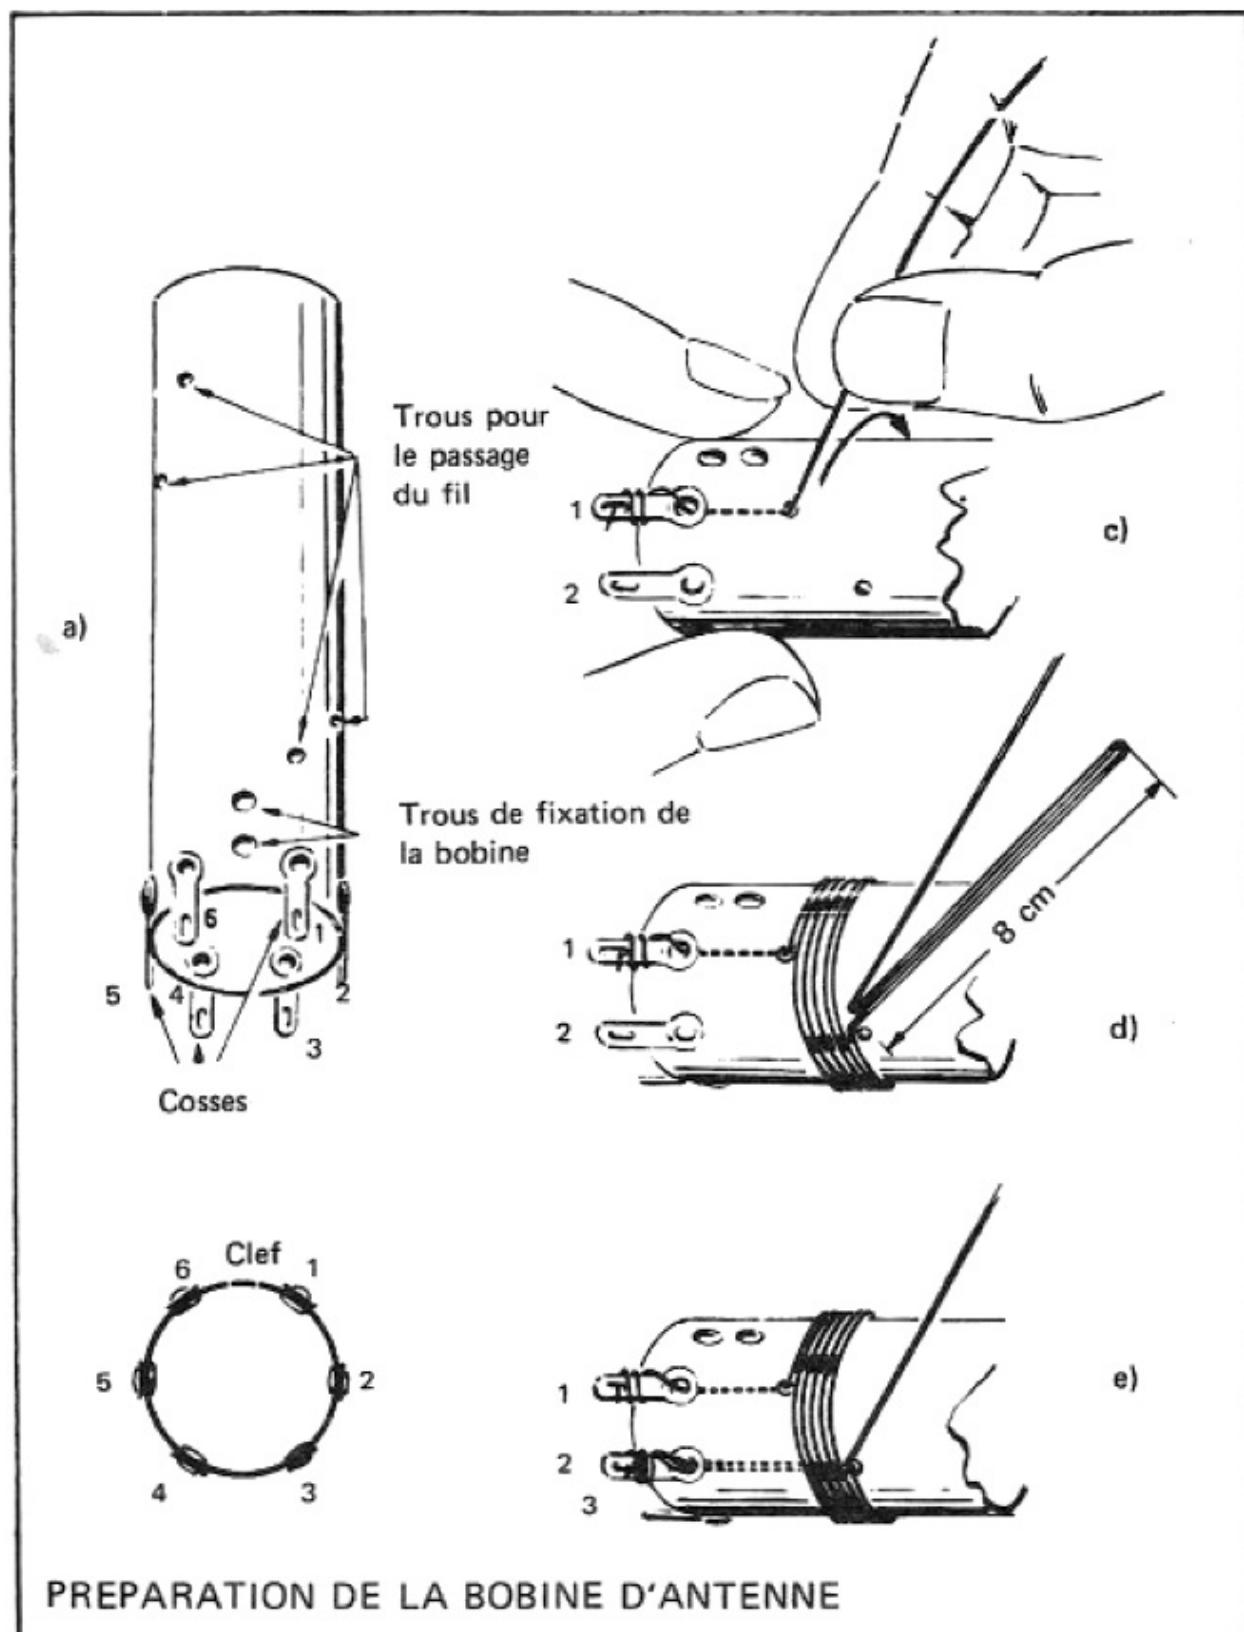

Figure 18
Le tube, qui constitue le support de l'enroulement, possède 6 cosses reliées à une extrémité du tube (figure 18-a).
La numérotation des cosses sera effectuée de la manière suivante : en prenant le tube par le bas, du côté des cosses, on part de la clef (position de départ) et on procède dans le sens des aiguilles d'une montre (figure 18-b) nous les indiquerons par les chiffres 1 à 6.
**ENFILEZ** l'extrémité nettoyée dans le petit trou qui se trouve légèrement au-dessus de la cosse 1 (voir figure 18-c) et passez-la ensuite par l'intérieur du tube vers la cosse 1.
INTROUISEZ l'extrémité du fil dans l'oeillet de la cosse 1. Vous devez ensuite l'enrouler sur cette cosse. La figure 18-c montre de façon détaillée comment effectuer cette opération.
ENROULEZ quatre spires dans le sens indiqué par la flèche figure 18-c, de manière qu'elles ne se chevauchent pas et que chaque spire soit placée de façon régulière et jointive. Nous vous rappelons qu'une spire est constituée par un enroulement complet du fil autour de la bobine.
REPLIEZ d'abord le fil sur lui-même sur 8 cm environ (figure 18-d) puis INTROUISEZ le côté replié dans le trou indiqué plus haut, après avoir pris soin de nettoyer au papier émeri sur 4 cm l'extrémité du fil.
PASSEZ-le ensuite dans l'oeillet de la cosse 2 et ENROULEZ-le étroitement sur la cosse (figure 18-e).